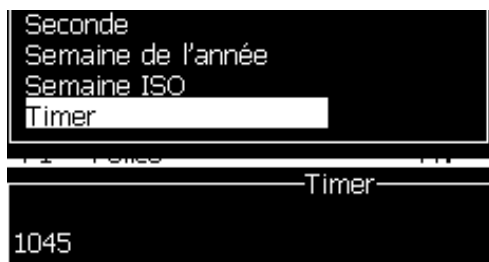

Figure 5-44 : Champ Utilisateur Horloge
- 6 Appuyez sur **F2** pour ouvrir la fenêtre *Sélection Champ Utilisateur* et sélectionner l'option *Horloge*. Vous pouvez voir le format que vous venez de définir dans la fenêtre de prévisualisation (Cf. Figure 5-44).